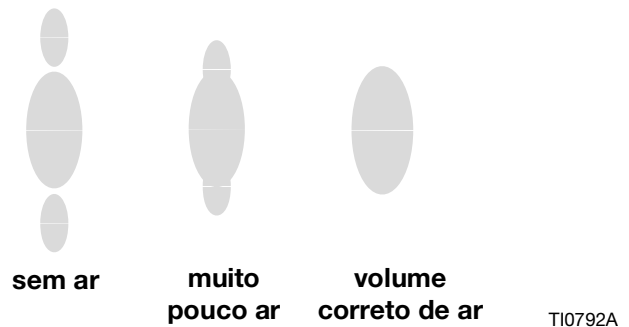

FIG. 6. Problemas do leque de pulverização
2. Consulte a FIG. 6. Regule a pressão do ar de atomização para cerca de 5 psi (0,35 bar, 35 kPa) depois de acionar a pistola. Verifique o leque de pulverização e, de seguida, aumente ligeiramente a pressão do ar até o fluxo ficar totalmente atomizado e empurrado para o leque de pulverização. Não exceda a pressão do ar de 100 psi (0,7 Mpa, 7 bar) para a pistola.